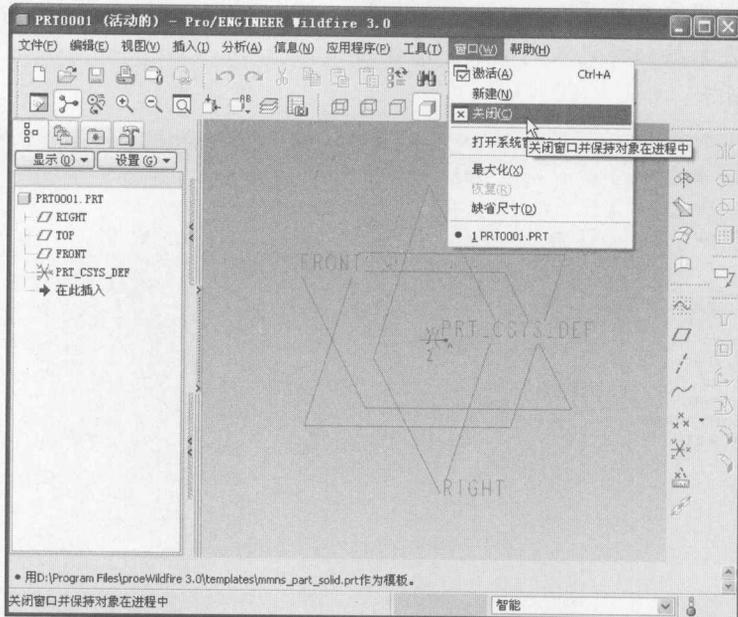

图 1.7 关闭窗口操作
STEP 05 选择【窗口】|【关闭】命令，关闭 prt0001 的设计窗口，也就是说，结束对 prt0001 的设计工作，如图 1.7 所示。